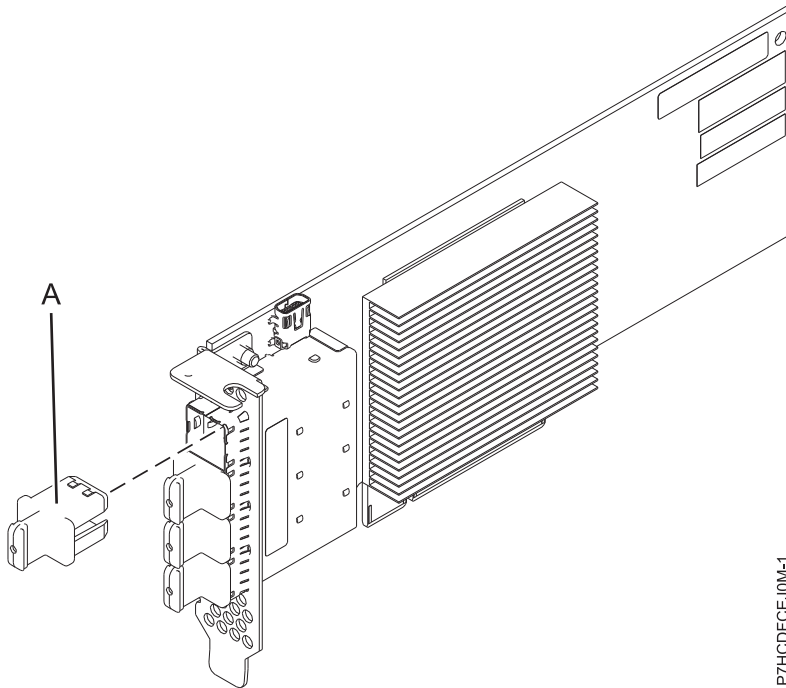

Figure 80. Carte PCIe3 LP 4 ports SAS x8
performances et haute densité. Elle prend en charge le raccordement d'unité de bande ou DVD SAS à l'aide de quatre connecteurs mini-SAS HD (haute densité) x4 qui permettent d'utiliser les liaisons physiques dans différentes configurations étroites et larges de ports. Le raccordement de bande magnétique n'est pris en charge qu'avec une configuration de carte unique et ne peut pas être combiné avec un disque SAS sur la même carte. La carte ne dispose pas d'un cache en écriture. La figure 80 illustre la carte PCIe3 LP 4 ports SAS x8.
La figure 80 représente la carte. Le capuchon du connecteur (A) est installé dans un port vide et empêche que ce port ne soit endommagé lorsqu'un câble d'un connecteur de port adjacent est branché ou retiré.